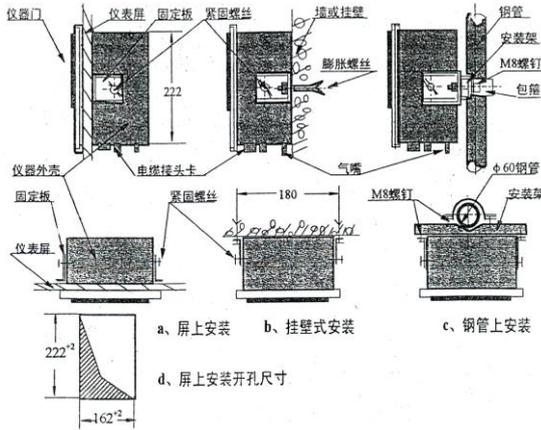

图 13 转换器的几种安装方式、开孔尺寸示意图
5.2.2、转换器有灵活方便的安装架，可以提供三种现场安装方式：（见图 13）